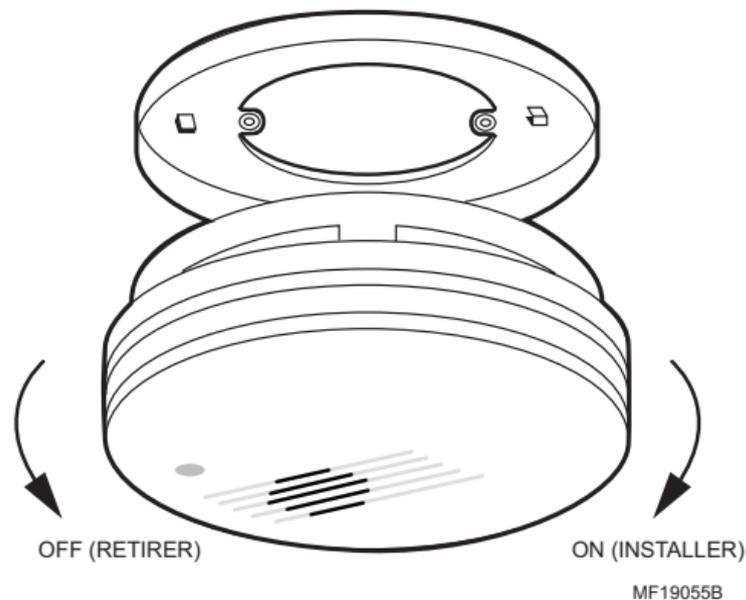

Fig. 6. Installation du détecteur sur la plaque de montage.
8. Faire tourner le détecteur dans le sens de la flèche ON figurant sur le couvercle jusqu'à ce que le détecteur soit bloqué en position. Voir la Fig. 6.